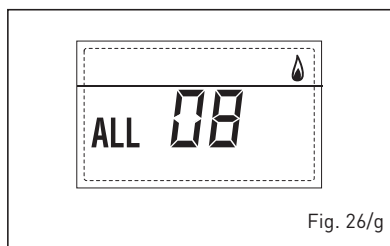

Fig. 26/g
– **ANOMALIA CIRCOLAZIONE ACQUA “ALL 09” (fig. 26/h)**